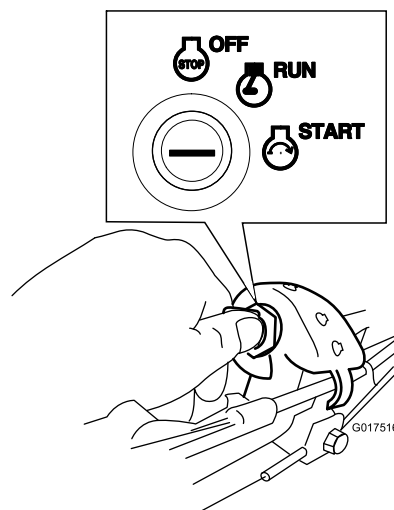

Bild 19
- **Zündschlüssel:** Stellen Sie den Zündschlüssel auf die Start-Stellung (Bild 19); lassen Sie den Schlüssel los, wenn der Motor anspringt.
1. Drehen Sie den Zündschlüssel auf die Lauf-Stellung (Bild 19).